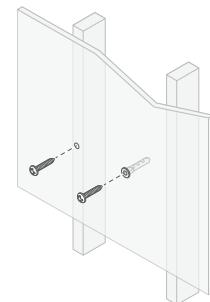

Figure 5
- Si vous êtes certain qu'un goujon est présent derrière la surface du mur, enfoncez les vis N°10/M5 (non incluses) dans le mur et dans le goujon (voir Figure 5).
- S'il n'y a pas de goujon derrière le mur à l'emplacement choisi, installez les ancrages muraux (non fournis) dans le mur en suivant les instructions du fabricant de l'ancrage mural. Utilisez toujours deux ancrages muraux et deux vis par enceinte (voir Figure 5). Pour les surfaces et les goujons en bois, utiliser des vis en bois ; pour la tôle ou le plâtre, utiliser des ancrages muraux ; pour la maçonnerie, utiliser des ancrages pour maçonnerie.